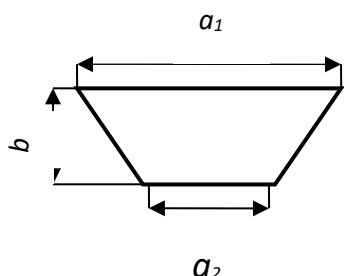

Рис. 1
1. Найти цикл кройки сетной пластины, имеющей форму трапеции (рис. 1- 3) и размеры (табл. 3).